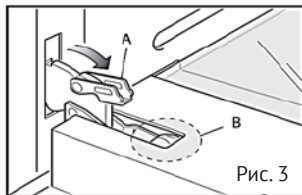

Рис. 3
- Потяните на себя фиксатор «А» (рис. 3)
- Полностью откройте дверцу (рис. 3)